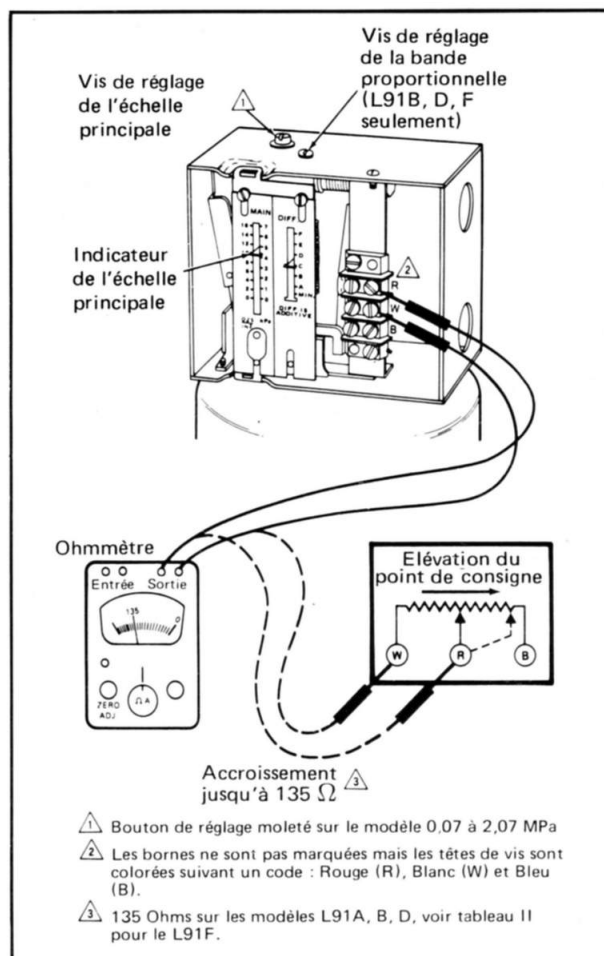

Fig. 8 — Vérification d'un contrôleur proportionnel de pression L91
5. Brancher ensuite l'ohmmètre entre les bornes W et R du contrôleur (Fig. 8) et augmenter la valeur du point de consigne du contrôleur au-dessus de la pression mesurée. L'ohmmètre doit indiquer la valeur totale du potentiomètre mesuré au paragraphe 4 (135 Ohms pour un L91A, B ou D – tableau II pour un L91F).